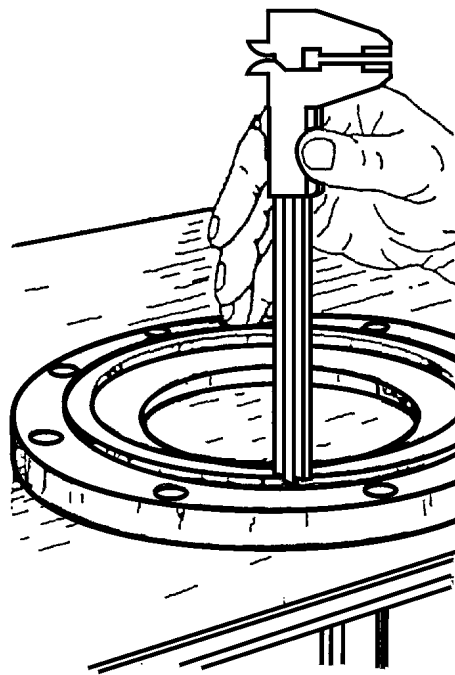

Рис. 9.4. Замер высоты «В₁» и «В₂» кольцевых выступов на опорных крышках подшипников нижнего шарнира
3. Измерить штангенциркулем высоту « V_1 » и « V_2 » кольцевых выступов на опорных крышках подшипников нижнего шарнира, смотри Рис. 9.4. Величины обоих замеров сложить и сумму обозначить буквой «В» ($B = V_1 + V_2$).